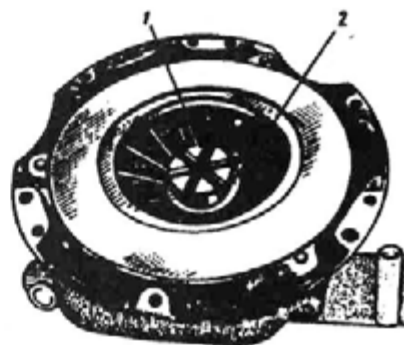

Рис. 86. Установка приспособления для закернивания центральной втулки при сборке:
- вверните направляющую 1 (рис. 86) для закернивания в основание приспособления до отказа, прижав центральную втулку 2 до упора в торец фланца опорной пятки;